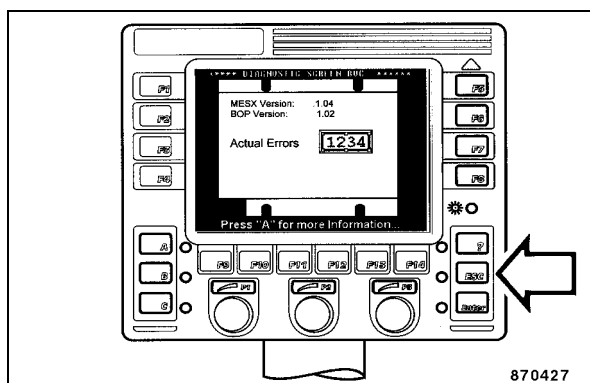

Fig. 203
- Appuyer sur "ESC" (Fig. 203) pour quitter la page avec les codes de défauts actuels.